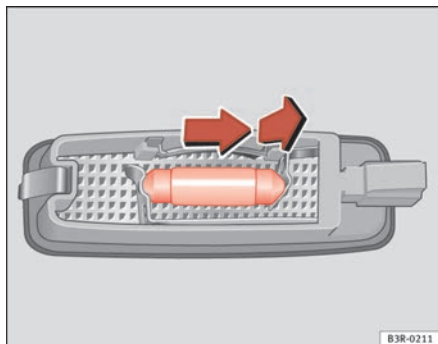

Fig. 236 Desmontagem da luz da pala do sol
- Retire a lâmpada, movendo-a no sentido da seta e para fora ⇒ fig. 236. ■